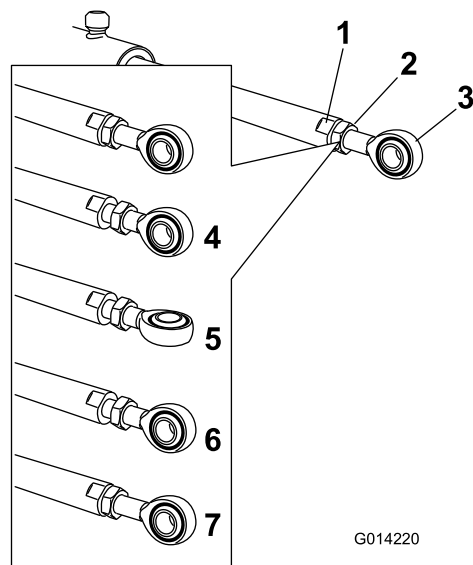

Figure 106
5. Placez une clé sur les méplats de la tige de vérin pour l'immobiliser, puis desserrez l'écrou de blocage pour pouvoir ajuster la tige à œillet (Figure 106).
6. Tournez la tige à œillet dans la tige du vérin pour raccourcir ou allonger le vérin déployé à la position voulue (Figure 106).